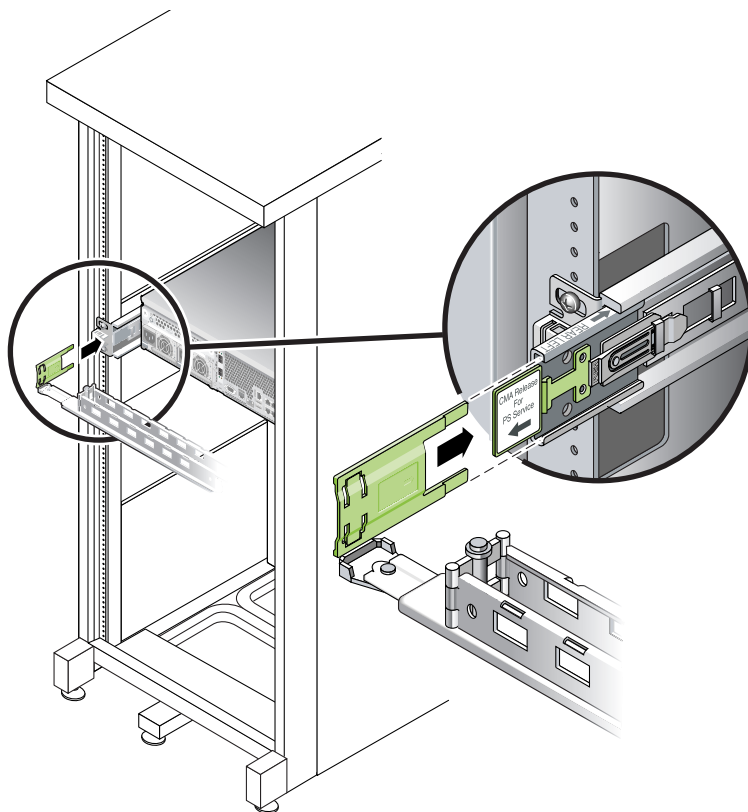

FIGURA 2-21 Montaje del lado izquierdo de la guía deslizante
4. Inserte el conector abisagrado de plástico en el lado izquierdo del CMA hasta el fondo de la extensión de la guía CMA (FIGURA 2-21).